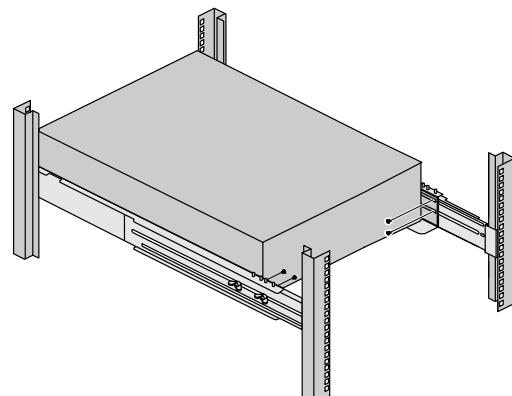

Рисунок 10. Крепление задних прижимных скоб
**14. Опции.** Если вы установили задние прижимные скобы, закрепите скобы на задних направляющих с помощью двух винтов для каждой скобы (см. Рисунок 10).